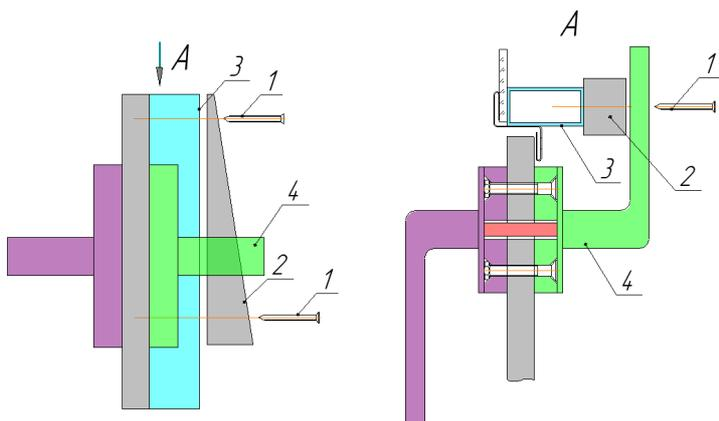

Рис. 18
4.20 На вертикальной трубе каркаса теплицы №3 со стороны ручек (рис. 18) закрепляем пластиковый упор №2 (в виде клина) напротив ручки №4 саморезом с буром №1 4,2x19 (2шт).